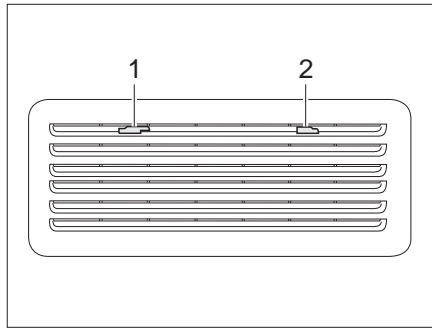
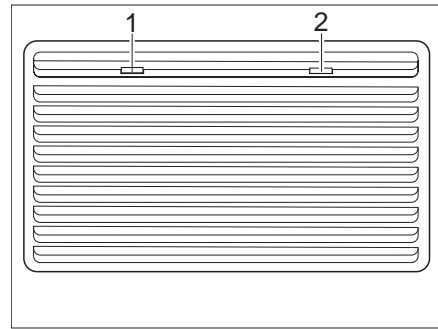

Bild 240 Kühlschrank-Lüftungsgitter (Thetford)
Bild 241 Kühlschrank-Lüftungsgitter (Thetford groß)
- Arretierungen (Bild 240,1 und 2 bzw. Bild 241,1 und 2) zur Mitte schieben.